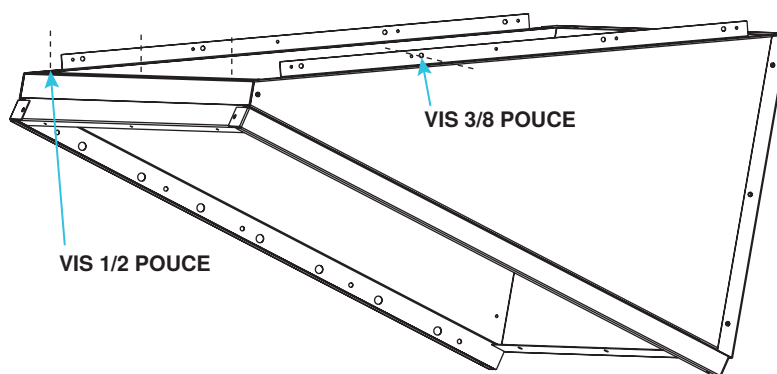

Figure 2. Installation de la buse
4. Installez la buse assemblée dans la sortie du chauffage (voir **Figure 2**) :